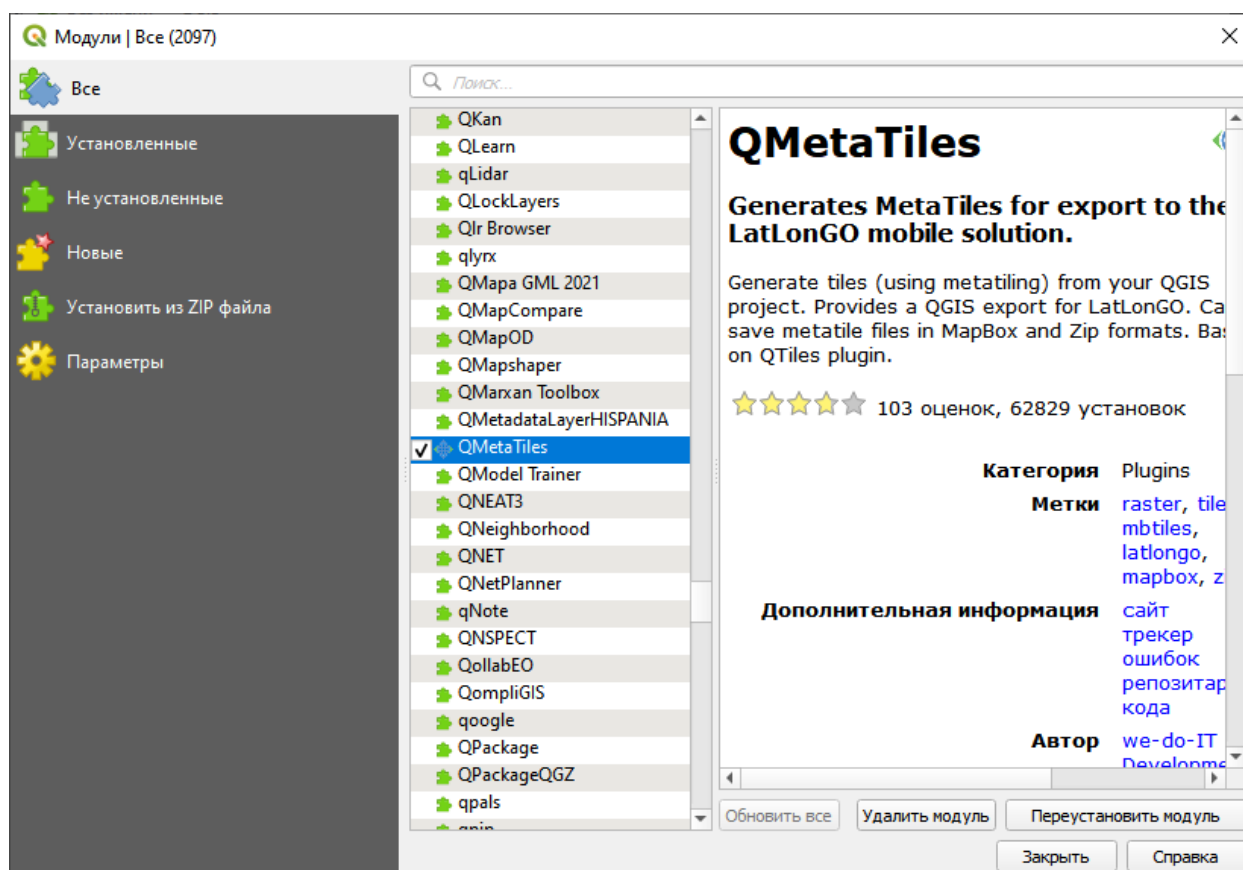

Рисунок 12 — Выбор плагина QMetaTiles в приложении QGIS
- б) установить плагин QMetaTiles в меню *Модули* -> *Управление модулями* (рисунок 12);